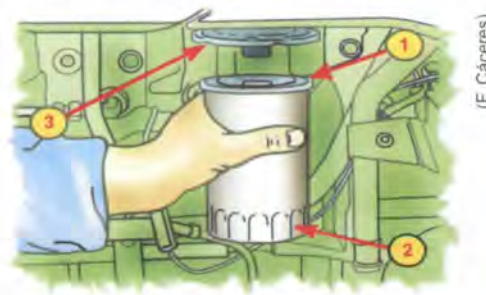

Fig. 25. Filtro de aceite.
3. Drenar el aceite, revise el tapón y la arandela (Fig. 25).